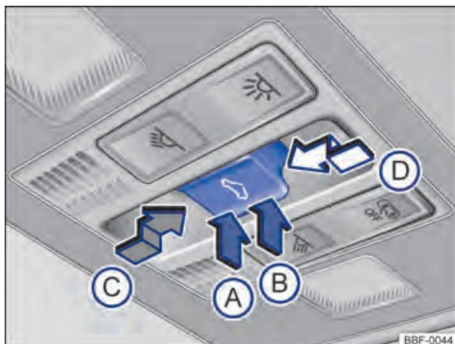

Figure. 62 Sur le ciel de pavillon : boutons pour toit ouvrant et store pare-soleil.
- Soulevez le toit ouvrant : appuyez sur le bouton → Fig. 62 B  jusqu'au premier niveau. Course automatique : appuyez sur le bouton  B jusqu'au deuxième niveau.
→ fig. 62 D jusqu'à la fermeture complète du toit vitré.